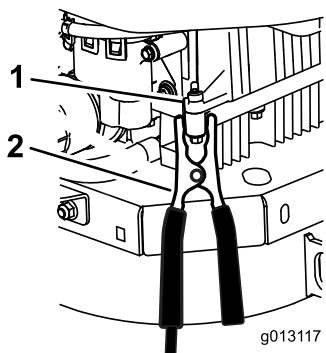

Bild 51
6. Stellen Sie die letzte Verbindung am Motorblock der nicht anspringenden Maschine (nicht am Minuspol der Batterie) von der Batterie entfernt her und nehmen Sie Abstand (Bild 51).